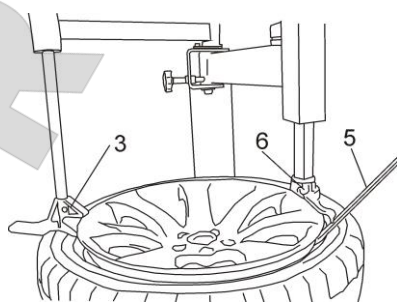

Рис. 19
Установите прижимное устройство (верхнее) рядом с монтажной головкой, надавите прижимным устройством на борт шины с помощью рукоятки переключателя «подъем-опускание», смажьте край обода смазкой, вставьте монтажную лопатку (5, рис. 19), чтобы отсоединить шину и обод колеса. Поднимите прижимное устройство (верхнее) в противоположную сторону, нажмите рукоятку переключателя «подъем-опускание», чтобы прижимное приспособление (верхнее) отжало шину на прим. 4-6см от обода, этого вполне достаточно для работы с противоположной стороны колеса. С помощью монтажной лопатки поднимите борт, затем зацепите борт за монтажную головку, смажьте шину. Поверните рабочий стол, демонтируйте верхний борт шины. Рис.19
**Примечание.** Через 20 дней после начала эксплуатации станка проверьте и подтяните крепление кулачков винтами В. Рис. 19